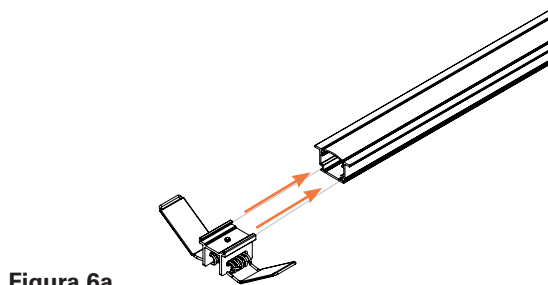

Figura 6a
- Deslice los clips de montaje en el canal posterior (Figura 6a). Coloque los clips de montaje deslizándolos a lo largo del canal posterior de la extrusión. Ubíquelos de manera uniforme, utilizando al menos 1 clip por pie lineal de la extrusión.